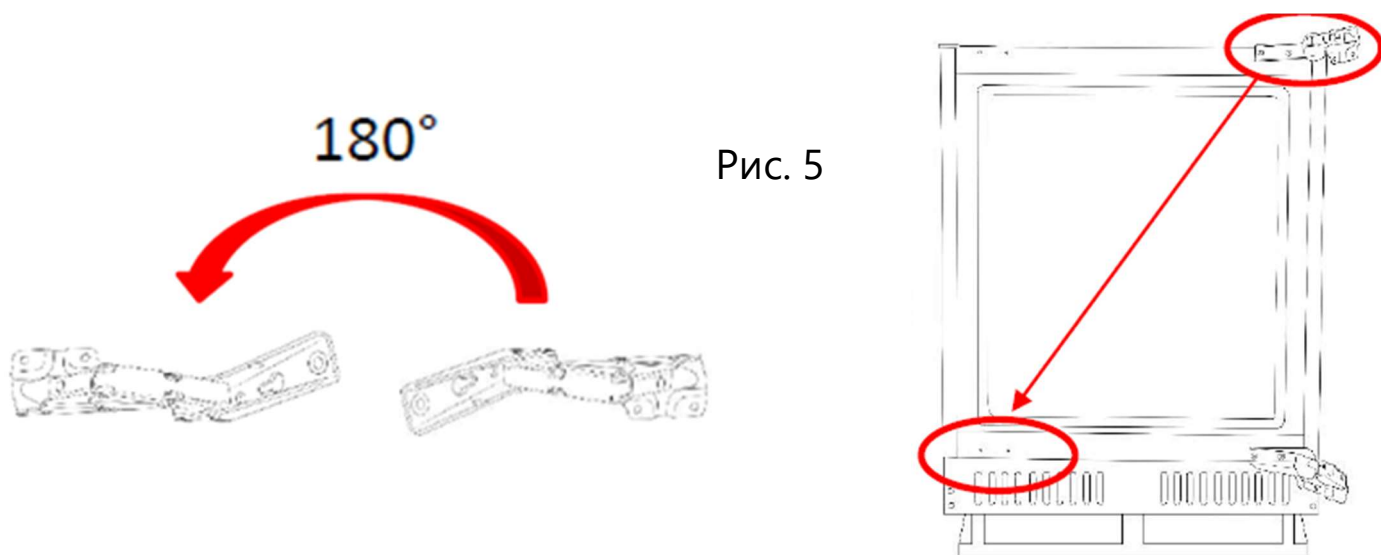

Рис. 5
6. Переверните верхний шарнир (на 180°) и закрепите его на диагонально противоположном углу шкафа прибора рис.5.